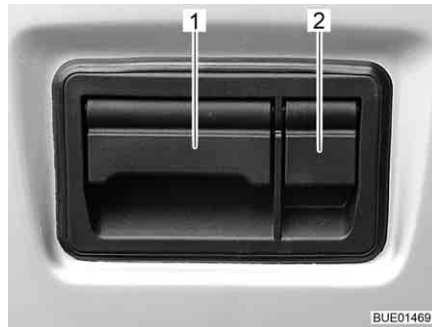

Fig. 34 Serrure du portillon arrière, extérieur
- Ouvrir le clapet de protection (Fig. 34,2).
- Tirer le clapet (Fig. 34,1) vers le haut et ouvrir le portillon arrière.